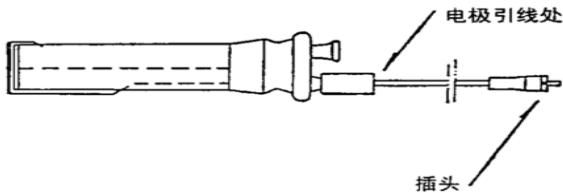

图 2
- 1、在使用前，把滴定池所有的玻璃口打开，滴定池、干燥管、密封塞可用水清洗。清洗后放在大约 80°C 的烘箱内烘干，然后自然冷却。注意阴极室、测量电极不能用水清洗，可用丙酮、甲醇等有机溶剂进行清洗，清洗后用吹风机吹干。清洗时应注意，不要清洗到电极引线处（见图 2），否则在测定试样过程中会造成测量误差。